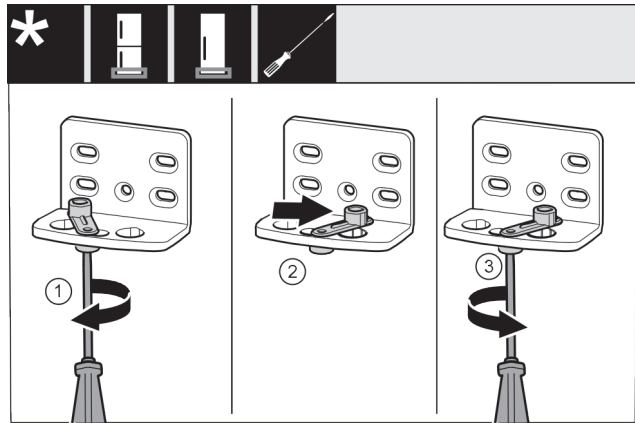

Fig. 46 *
- ▶ Voľne zaskrutkujte skrutku Fig. 46 (1) skrutkovačom.*
- ▶ Nadvihnite pomôcku na zatváranie dverí Fig. 46 (2) a otočte ju o 90° doprava v otvore.*
- ▶ Pevne utiahnite skrutku Fig. 46 (3) skrutkovačom.*